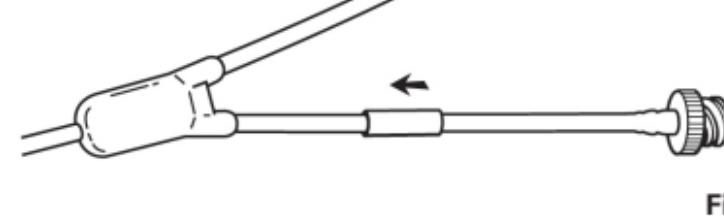

Fig. 15
6. Deslide a ligação por cima da junçāo. (Fig. 15)